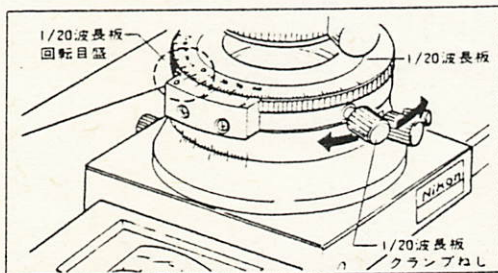

図21
- 11) 1/20波長板回転目盛を0にした後、1/20波長板をコンペンセータにセットし、1/20波長板クランプねじを持って、1/20波長板部全体を回転して暗十字を出し、1/20波長板クランプねじをクランプします。(図21)